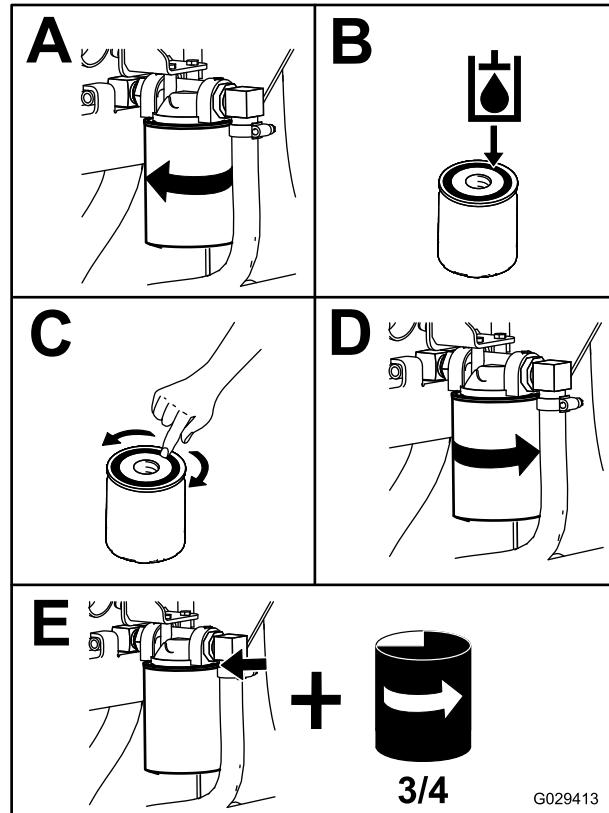

Figura 58
4. Coloque un recipiente debajo del filtro y cambie el filtro (Figura 58).